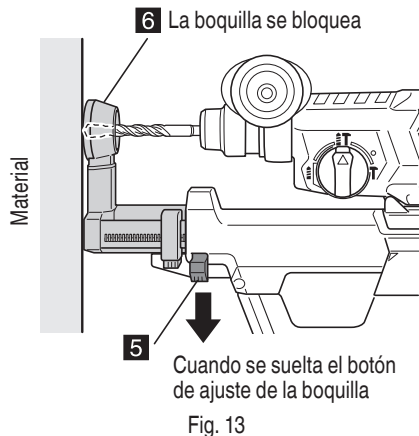

Fig. 13
- (4) Suelte el botón de ajuste de la boquilla para bloquear la posición de la boquilla. (Fig. 13)